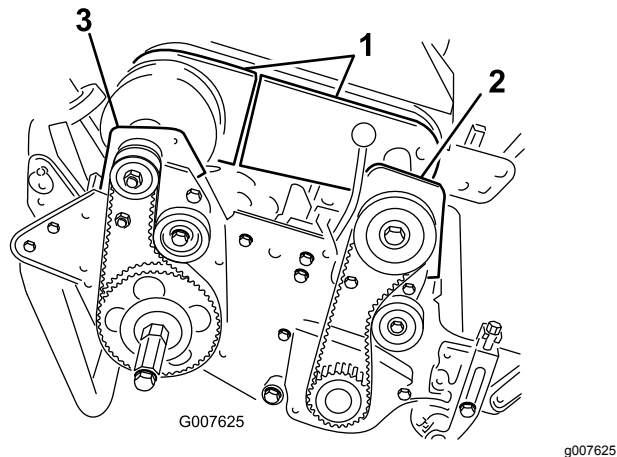

Figura 48
4. Retire os parafusos que prendem as secções frontais e traseiras da cobertura do diferencial à estrutura do diferencial e deslize a cobertura para fora para expor a correia (Figura 48).
6. Retire os 2 parafusos e porcas que prendem a estrutura da embraiagem frontal à placa lateral (Figura 48).
8. Retire os 2 parafusos e porcas que prendem a estrutura da embraiagem direita traseira à placa lateral (Figura 48).